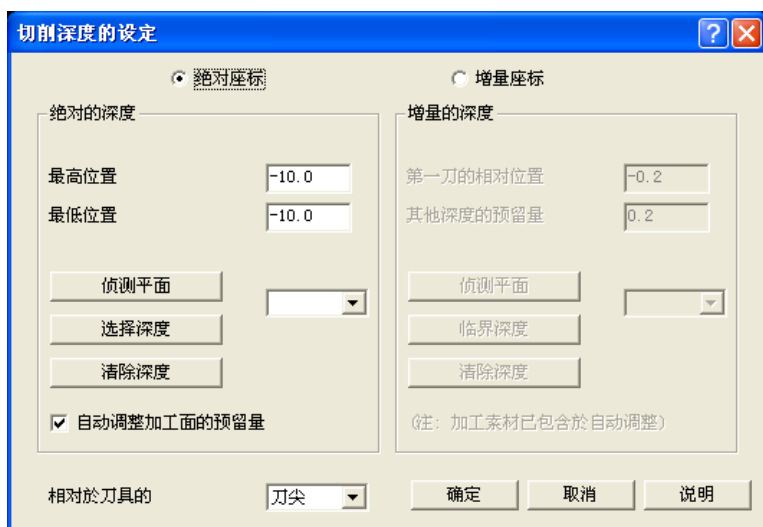

图 4-39 切削深度的设定
9) 选择“曲面粗加工-挖槽”，继续选择 $\phi 6$ 平刀，刀具参数、参考高度和进给下刀位置均同步骤 8)，图形选择所有的曲面，切削范围选择 118mm×78mm 矩形，设定加工的曲面/实体预留量：0.0，刀具的切削范围中刀具位置点选“外”；在“粗加工参数”选项卡中输入 Z 轴最大进给量：1.0，勾选“由切削范围外下刀”，其余默认；单击曲面加工参数的“切削深度”按钮，在“切削深度的设定”对话框中点选“绝对坐标”，设定最高位置：-10.0、最低位置：-10.0，勾选“自动调整加工面的预留量”，如图 4-39 所示；挖槽参数同步骤 4)。